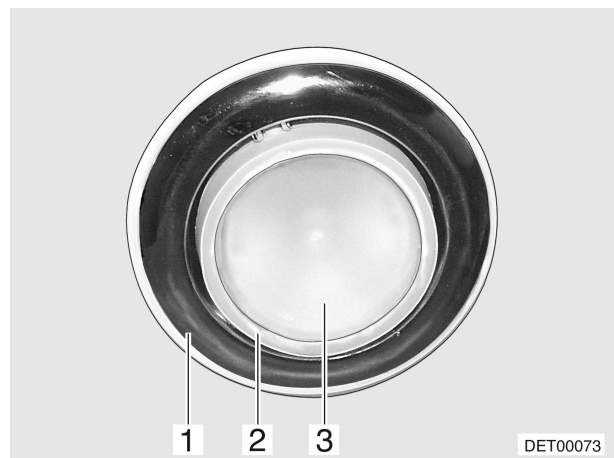

Bild 151 Halogenleuchte (Variante 1)
- Leuchte (Bild 151,1) mit einem geeigneten Werkzeug (z. B. Schraubendreher) aushebeln und abnehmen.
- Spot (Bild 151,2) aus der Leuchte nehmen.
- Abdeckung (Bild 151,3) abnehmen.